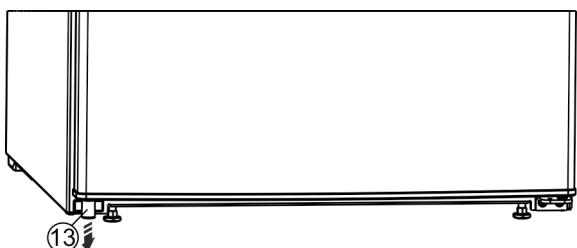

Fig. 5
- Извадете ограничителя Fig. 5 (13) долу вляво от вратата.